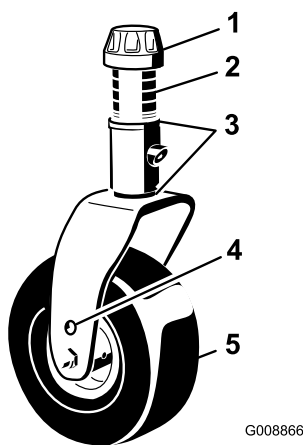

Figura 84
1. Retire el casquillo tensor del eje y deslice el eje fuera del brazo de la rueda giratoria (Figura 84).